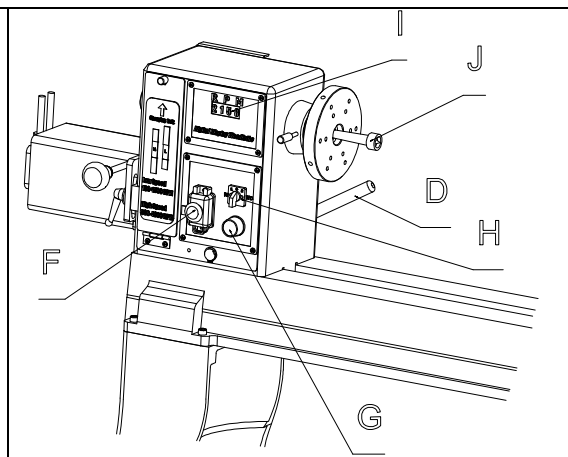

Fig. 4
1. **Manette de verrouillage de la poupée :** (D, Fig.4) Verrouille la poupée en position.
2. **Bouton M/A de la poupée :** (F, Fig.4) Tirez le bouton pour mettre le tour en marche ("ON").
3. **Bouton Vitesse de la poupée :** (G, Fig. 4) Tournez le bouton sur la vitesse (RPM) souhaitée. Il existe deux plages de vitesses, une pour "vitesse" (330-3200) et une pour le "couple" (100-1200).
4. **Commutateur Marche AV/AR de la poupée :** (H, Fig. 4) Le basculeur permet de modifier la direction de tournage de la broche. La direction ne doit être changée que lorsque la broche est à l'arrêt.
5. **Lecture Vitesse de la poupée :** (I, Fig. 4) Affiche la vitesse de la broche, voir Figure 5.